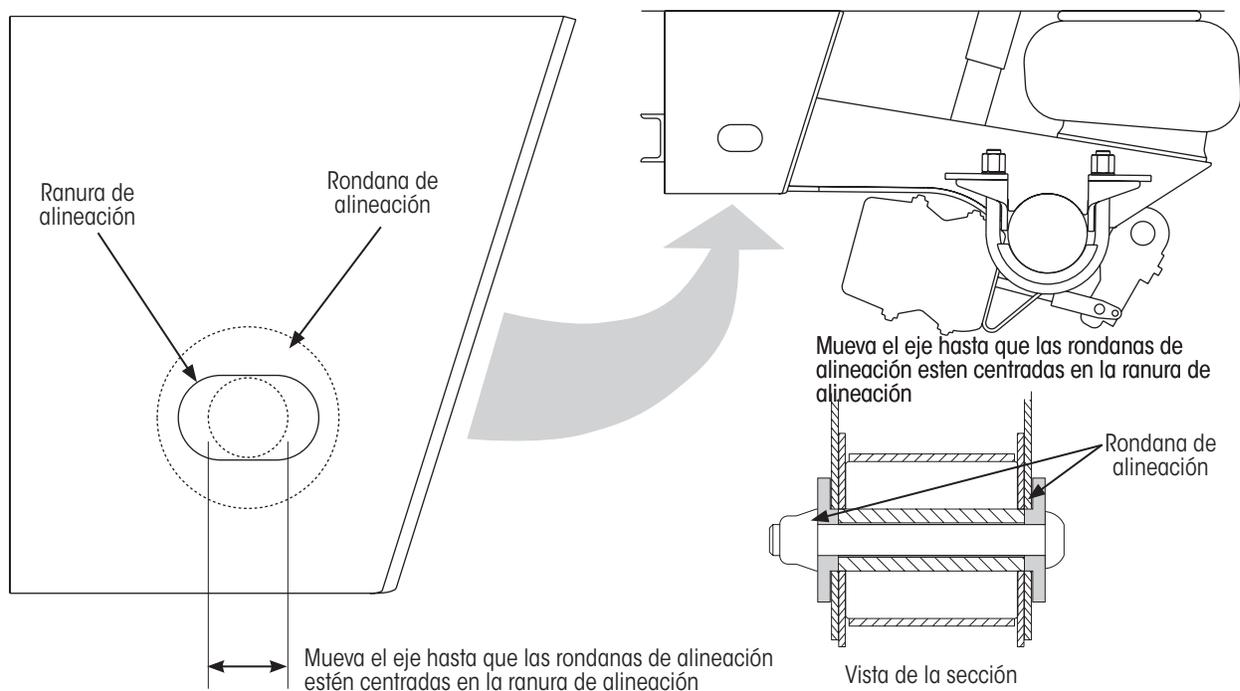

Figura 25: Posicionamiento del eje en la percha tipo rondana soldable cuando un ajuste mayor (en ambos extremos del eje) es necesario
- B. Con ambos lados del eje sueltos, **mueva** el eje hasta que las rondanas de alineación estén centradas en las ranuras de alineación de las perchas (Figura 25 en página 19).